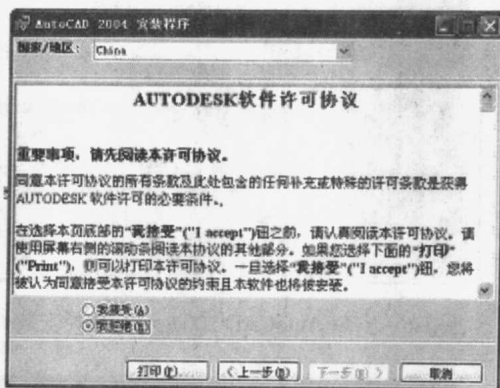

图 1-4 安装 AutoCAD 2004——软件许可协议
(3) 弹出软件许可协议窗口。用户应仔细阅读 Autodesk 软件协议, 如果接受该协议, 单击【我接受】按钮, 然后单击【下一步】按钮, 进行接下来的安装; 如果不接受, 单击【我拒绝】按钮, 退出安装程序, 如图 1-4 所示。